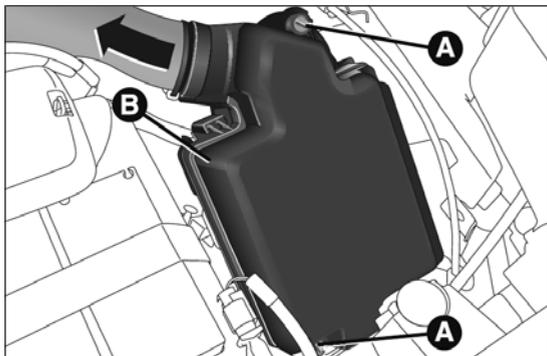

fig. 197
- dévisser les deux vis A fig. 197 ;